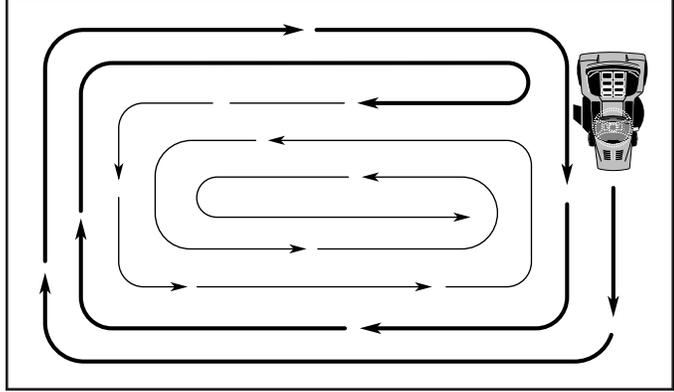

FIG. 13
- Pour tondre une grande surface, on vous conseille de commencer par tourner à droite, de façon à ce que l'herbe ne soit pas déversée sur les arbrustes, les clôtures, les allées, etc. Après un ou deux tours, tondez en sens inverse en tournant à gauche jusqu'à ce que le travail soit achevé (Voir la Fig. 13).